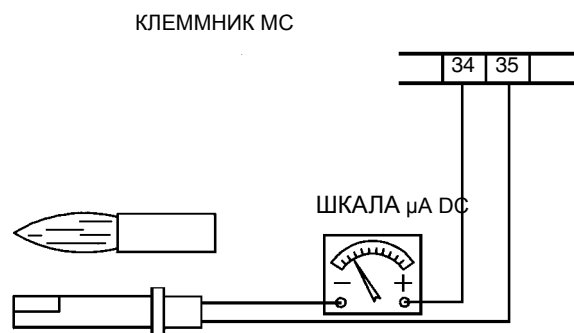

Рис. 30
- Проверить и тщательно почистить фоторезистор улавливания пламени, если необходимо заменить его. В случае возникновения сомнения, проверить контур улавливания пламени после установки на место горелки и ввода ее в действие, следуя схеме на Рис. 30;
Для того, чтобы замерить контрольный сигнал, действовать согласно схеме на Рис. 30. Если сигнал не соответствует указанным параметрам, проверить электрические контакты, чистоту головки сгорания, положение фоторезистора и, при необходимости, заменить его.